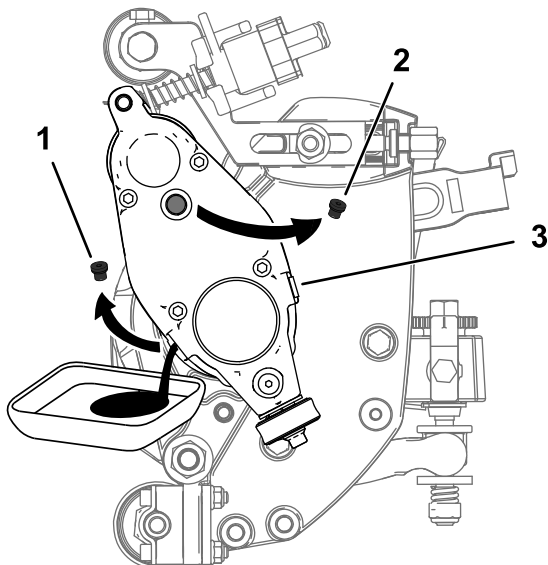

Figura 31
5. Incline la unidad de corte verticalmente, hasta que el orificio de vaciado se encuentre en la parte inferior para garantizar el vaciado completo (Figura 31).